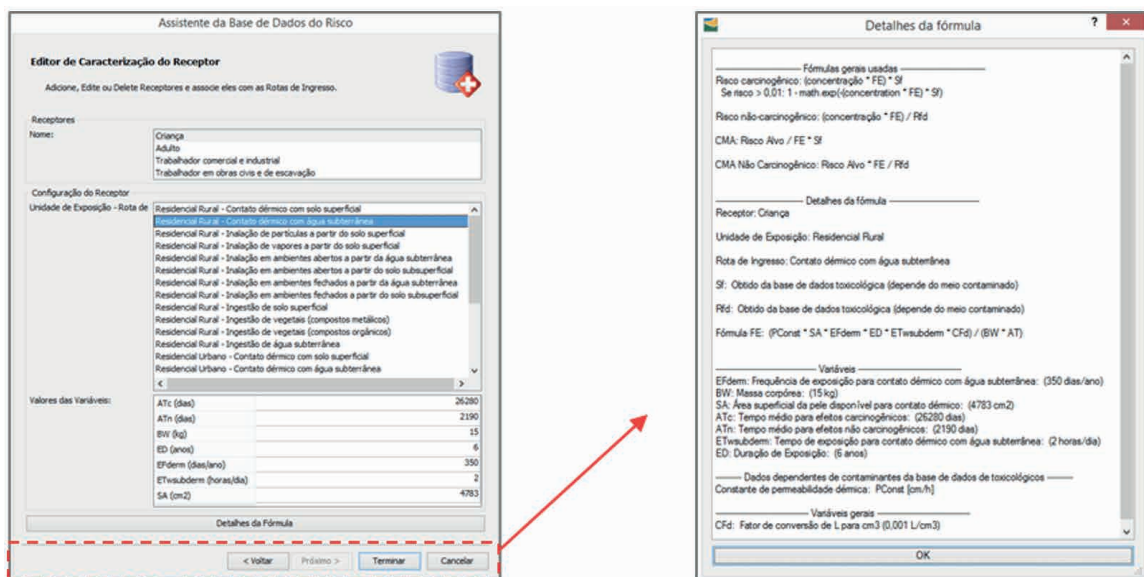

Figura 2.119 Editor de Caracterização do Receptor.
Na parte intermediária (*Configuração do Receptor*), as **rotas de ingresso** por tipo de receptor. E na parte inferior (*Valores das Variáveis*), os **valores dos parâmetros de exposição** utilizados nos *fatores de exposição (FE)* e *taxas de dose potencial variável (TDPot,t)* para cada rota de ingresso, em função do uso de solo e do receptor. Se desejar, o usuário ainda poderá visualizar um resumo detalhado de determinada rota de ingresso no botão **Detalhes da Fórmula** (Figura 2.119).